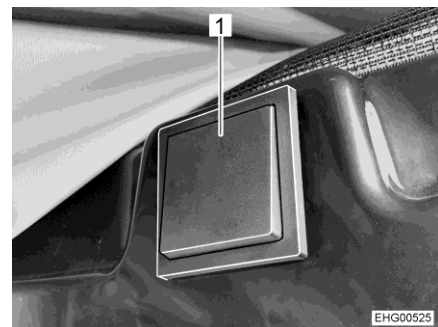

Bild 48 Knapp för elektrisk upplåsning
Knappen för elektrisk upplåsning (Bild 48) sitter i urtaget på det uppfällbara taket.
- Tryck på knappen (Bild 48,1) under minst 2 sekunder.